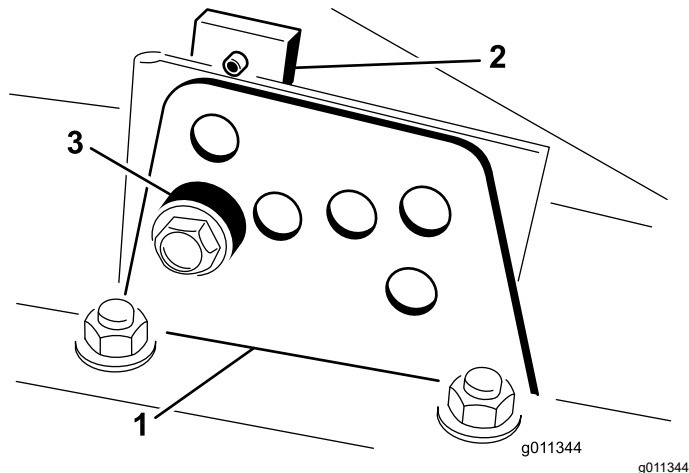

Figura 25
2. Allentate il bullone che fissa ogni staffa dell'altezza di taglio alla relativa piastra (lati anteriore e laterali), come illustrato nella Figura 25.
4. Supportate l'alloggiamento e togliete il distanziale (Figura 25).